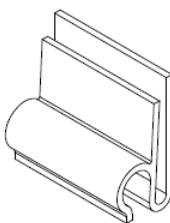

Figure 3
- Clip inférieur : Voir figure 3